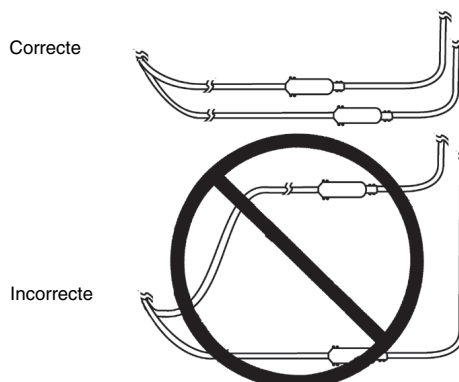

Figure 3. Tunnellisation des deux électrodes-extensions (ou deux électrodes).
- Si deux électrodes sont implantées, réduire la distance entre les électrodes-extensions (Figure 3). Si les électrodes-extensions sont tunnellisées en boucle et que le patient est exposé à des sources d'interférences électromagnétiques (système de détection de vol par exemple), il pourra ressentir une augmentation temporaire de la stimulation décrite comme inconfortable par certains patients (sensation de secousse ou de choc).